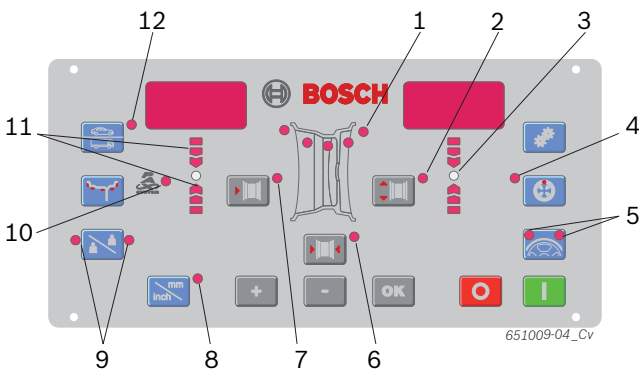

Fig. 4: LED sur le champ de commande/d'affichage
- ➔ Les LED (fig. 4, pos. 1) indiquent les positions des plans d'équilibrage pour chaque programme d'équilibrage.
ii En cas de sélection d'un programme d'équilibrage PAX, la LED Pax (fig. 4, pos. 10) s'allume également.
2. Sélectionner la distance de la jante déterminée à l'aide de la touche <-> ou <+> pour la distance de la jante (fig. 4, pos. 7).
4. Sélectionner la largeur de jante déterminée à l'aide de la touche <-> ou <+> (fig. 4, pos. 6).
6. Sélectionner le diamètre de la jante à l'aide de la touche <-> ou <+> pour le diamètre de la jante (fig. 4, pos. 2).
- ⇒ Les deux LED de la touche <SPLIT> (fig. 4, pos. 5) s'allument.